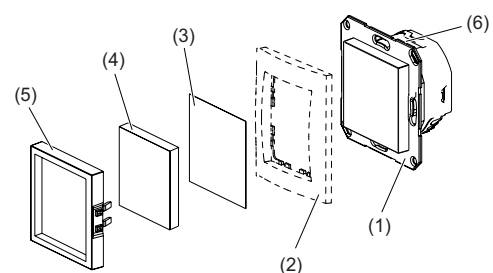
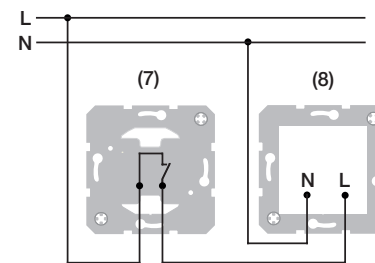

Figura 1
Figura 2: ejemplo de conexión para lámpara de señalización LED, iluminación blanca
- Conectar la lámpara de señalización LED con interruptor de apagado o inversor (7) (figura 2).
- Montar el mecanismo (8) en una caja portamecanismos. Los bornes de conexión deben quedar hacia abajo
- Completar la lámpara de señalización LED (figura 1)
- Colocar el marco (2) con el anillo de sujeción en el mecanismo (1)
- En caso necesario, colocar una lámina (3) bajo la tapa.
- Introducir la tapa (4) en el mecanismo hasta que encaje
- Encajar la pieza central (5)